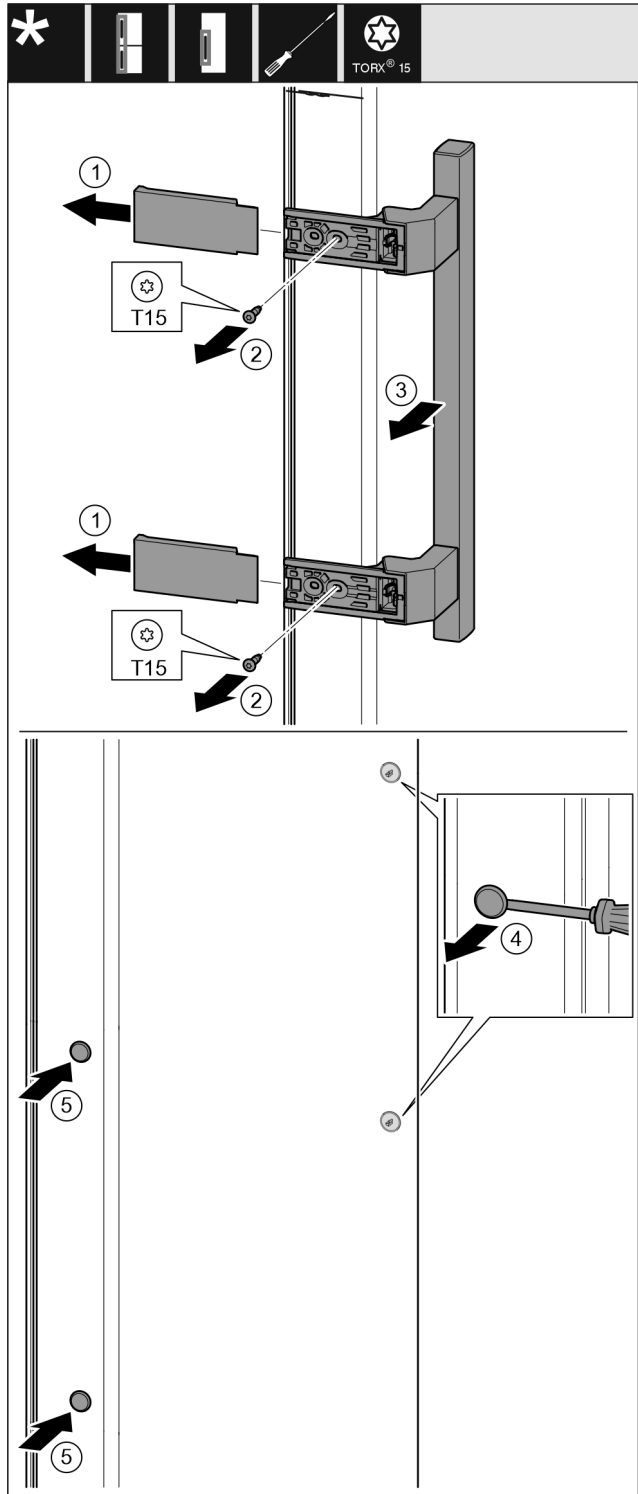

Fig. 17
- ▶ Abdeckung abziehen. *Fig. 17 (1)*
- ▶ Schrauben mit Schraubendreher Torx 15 herausdrehen. *Fig. 17 (2)*
- ▶ Griff abnehmen. *Fig. 17 (3)*
- ▶ Seitlichen Stopfen vorsichtig mit einem Schlitzschraubendreher anheben und herausziehen. *Fig. 17 (4)*
- ▶ Stopfen auf der anderen Seite wieder einsetzen. *Fig. 17 (5)*